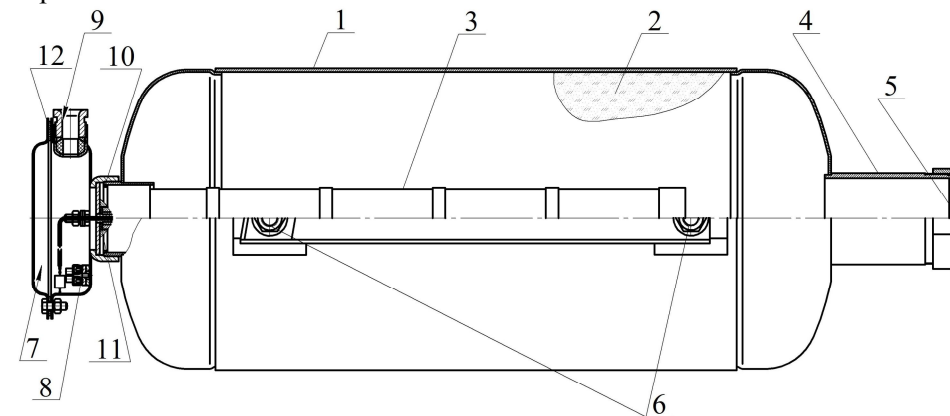

Рисунок 1
МПП (см. рисунок 1) состоит из корпуса **1**, в котором размещаются огнетушащий порошок (ОП) **2** и источник холодного газа (ИХГ) **3**. В передней части корпуса находится насадок-распылитель **4**, выходное отверстие кото-
3.3.2 В комплект поставки для перезарядки МПП входят (см. рисунок 1):